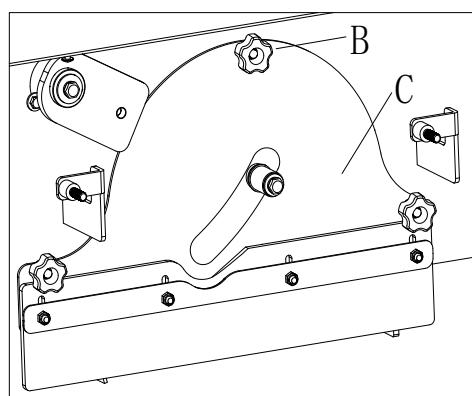

Figura 25
11. Installare il coperchio del vano spazzola (C, Figura 25) serrando le manopole (B, Figura 25).